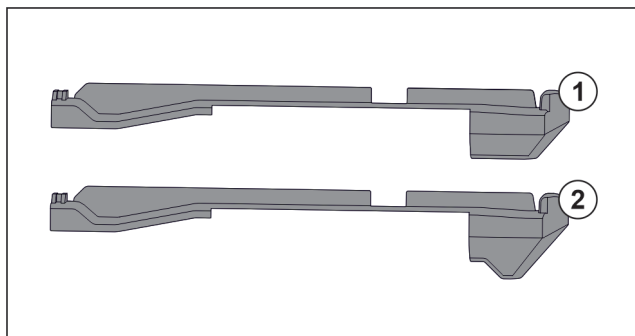

Fig. 52 Primerjava natičnih nastavkov
V napravi sta dva različna natična nastavka. Natični nastavek nad povsem spodnjim predalom Fig. 52 (2) ima trikotni rob. Vsi ostali natični nastavki Fig. 52 (1) imajo raven rob.
- ▶ Natični nastavek Fig. 52 (2) s trikotnim robom namestite nad povsem spodnjim predalom.
- ▶ Natični nastavek Fig. 52 (1) z ravnim robom namestite na vsa preostala mesta.